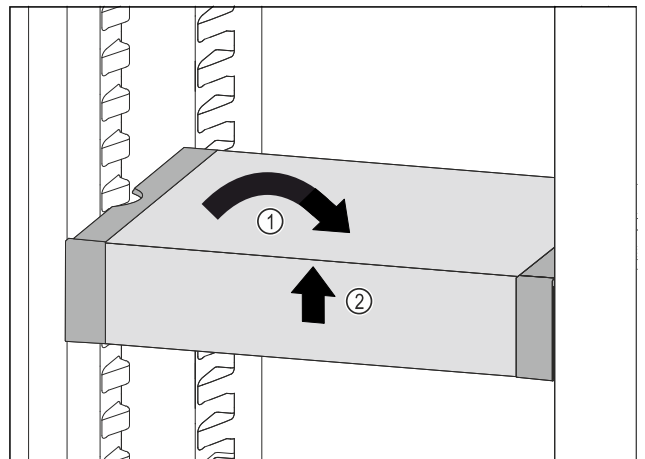

Fig. 103
- ▶ Ispravite VarioSafe. Fig. 103 (1)
- ▶ Podignite sprijeda VarioSafe. Fig. 103 (2)